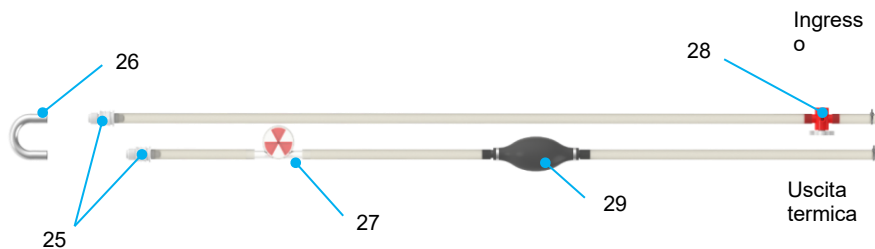

Figura 7 Tubi termici
L'unità termica mantiene la temperatura della soluzione di perfusione in circolo utilizzando elementi Peltier. A seconda della temperatura impostata, questi elementi raffreddano o riscaldano il circuito interno dell'acqua mediante un effetto termoelettrico. Per trasferire la temperatura del circuito interno dell'acqua alla soluzione di perfusione, l'unità termica è collegata tramite un tubo di silicone alle porte dello scambiatore di calore di entrambi gli ossigenatori (vedere la Figura 5 e Figura 7). La porta di uscita dell'unità termica è collegata alla porta di ingresso dell'acqua dello scambiatore di calore e la porta di ingresso dell'unità termica è collegata alla porta di uscita dell'acqua dello scambiatore di calore.
- Posizionare il tubo termico (Figura 7) con il raccordo per tubi dell'acqua (voce 26) il più in basso possibile. Assicurarsi che durante il riempimento e la deaerazione (sezione 2.3.1), l'ingresso e l'uscita dell'unità termica (Figura 7, voci 21 e 22) siano posizionate in alto, in modo che le bolle d'aria si spostino verso l'unità termica.
- Spremere ripetutamente il palloncino di deaerazione (Figura 7, voce 29) per spingere fuori quanta più aria possibile dai tubi termici.
- Collegare il tubo termico all'ossigenatore (Figura 13) utilizzando i connettori dell'acqua (Figura 7, voce 25). L'ossigenatore è dotato di due connettori per tubi termici che possono essere utilizzati in ingresso o in uscita. Assicurarsi che un tubo sia collegato all'ingresso termico e uno all'uscita termica (vedere la Figura 7).